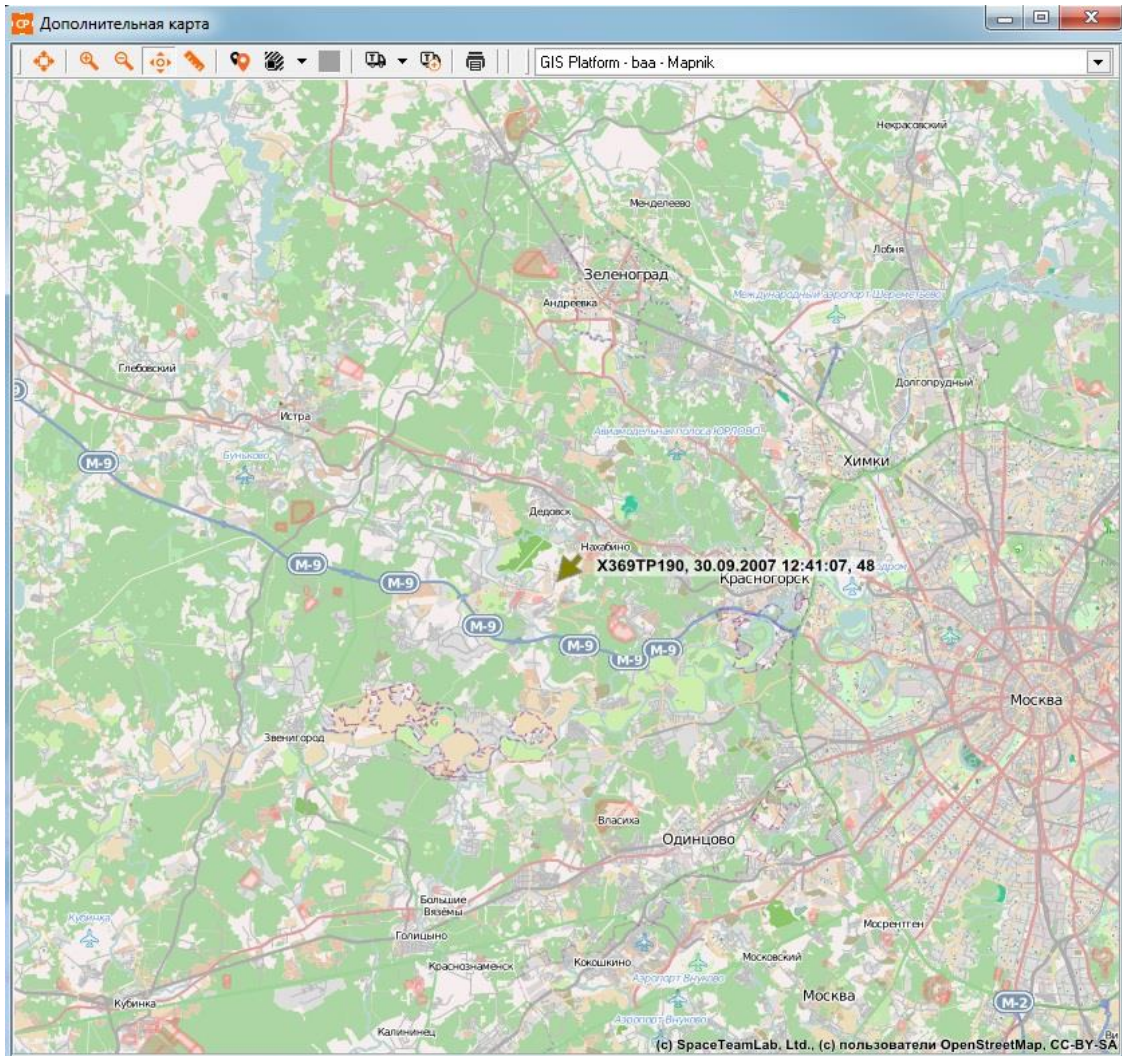

Рисунок 93 – Отображение ТС на дополнительной карте
- 2 Вызвать пункт меню «Дополнительная карта». Программа предоставит форму «Дополнительная карта» с отображением выбранного ТС (см. Рисунок 93).